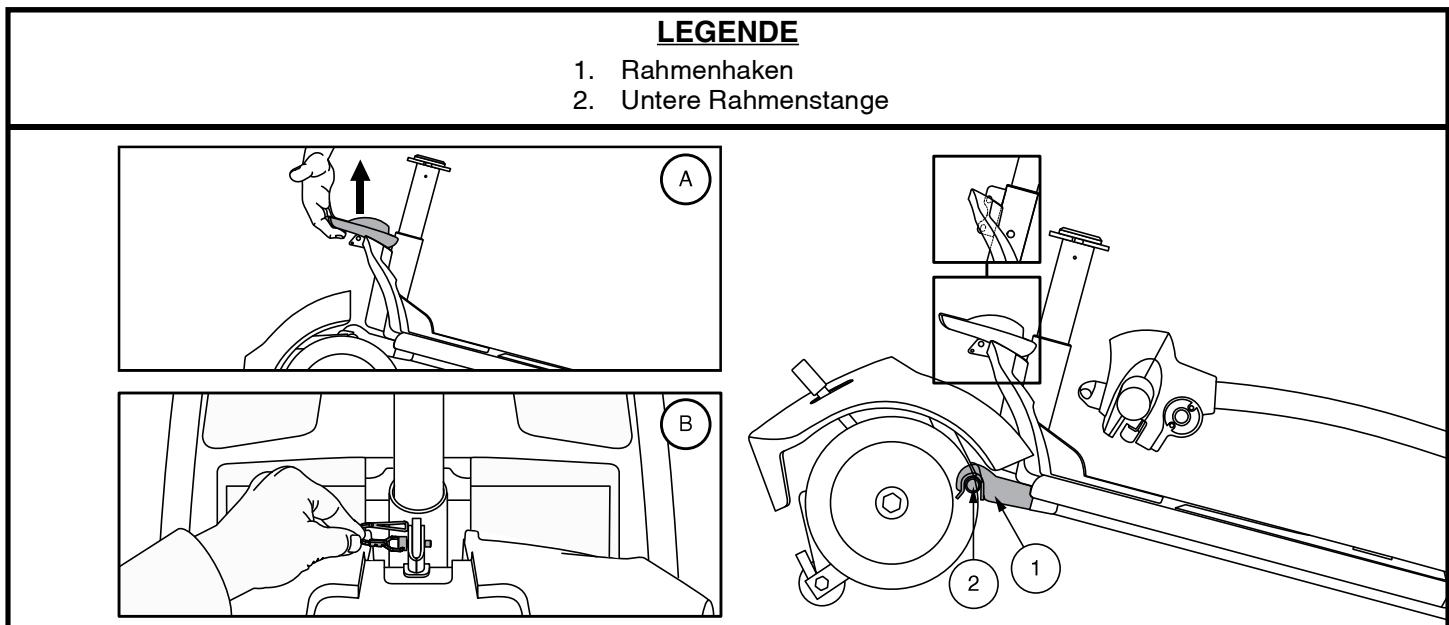

Abb. 33. Rahmenverriegelungshebel (Stil A) and Rahmenverschluss (Stil B)
4. Trennen Sie vorsichtig die beiden Teile. **Siehe Abb. 33.**
HINWEIS: Kippen Sie den hinteren Teil des Elektromobils vor dem Zusammenbau etwas nach hinten auf die Stützräder, wie in Abb. 33 gezeigt.
1. Benutzen Vorderteils den Rahmenverriegelungshebel (oder das Hinterteil an der Sitzstütze anheben für modelle 29, 36, 336, 83 und 84) Sie zum Anheben und richten Sie die Rahmenhaken des Vorderteils an der unteren Rahmenstange des Heckteils aus. **Siehe Abb. 33.**
2. Wenn sich die Ramenhaken über der unteren Rahmenstange befinden, senken Sie das Vorderteil ab und drehen gleichzeitig das Heckteil. Bei den Modellen 39, 40, 44, 40LX, 40X, 44X, 40E, 44E, 44LX, 50LX, 50XLIT, 54LX, 54XLIT, 53, 53HD, 54, 54HD, 73, 74 und Jazzy ZTS greift dadurch automatisch die Rahmenverriegelung. Bei den Modellen 29, 36, 336, 83 und 84 müssen Sie zum Abschluss der Rahmenmontage außerdem den Rahmenverschlussstift wieder anbringen. **Siehe Abb. 33.**